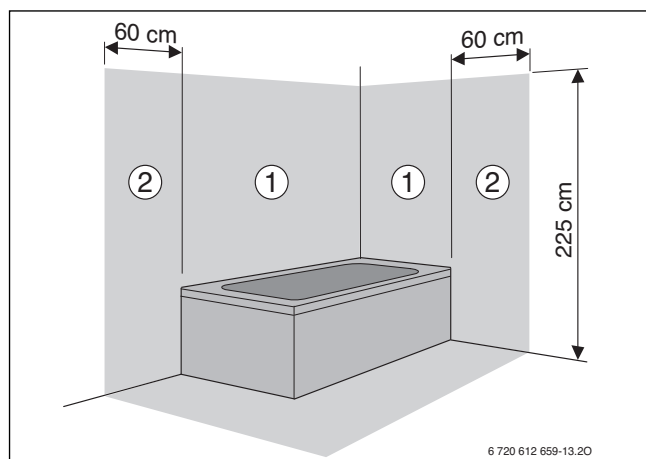

Bild 20
- Im Schutzbereich 1 und 2 (→ Bild 20):